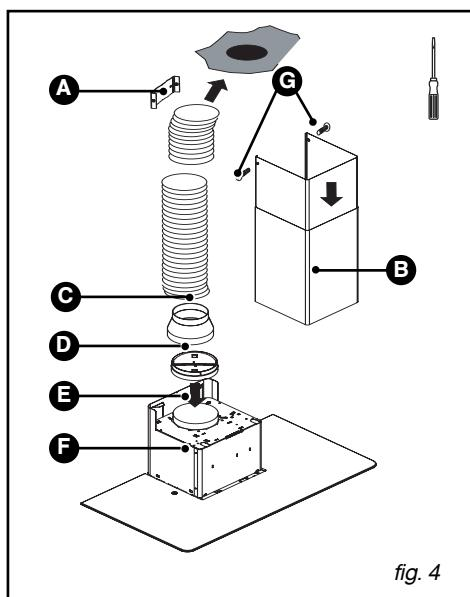

fig. 4
- Incastrare l'estremità del condotto sull'uscita motore (Fig. 4).
- Preparare il camino telescopico avendo cura di nascondere le prese d'aria (Fig. 4). Inserire i camini l'uno dentro l'altro il più possibile.
- Fissare la parte superiore del camino (B/Fig. 4) al supporto camino metallico (A/Fig. 4) con le due viti (G/Fig. 4).